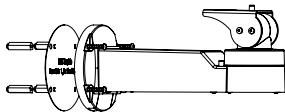

图3-1 设备安装示意图
- 图3-1 1、选择干净、平整的墙面, 将钻孔样板的贴纸平整的粘帖到墙上;